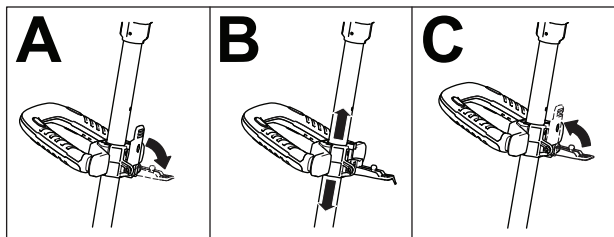

Figuur 13
1. Draai de kraag op het onderste deel van de handgreep (A in Figuur 13) los.
2. Stel de telescoophandgreep in op de gewenste lengte (B in Figuur 13).
3. Draai de kraag op het onderste deel aan om de handgreep vast te zetten (C in Figuur 13).